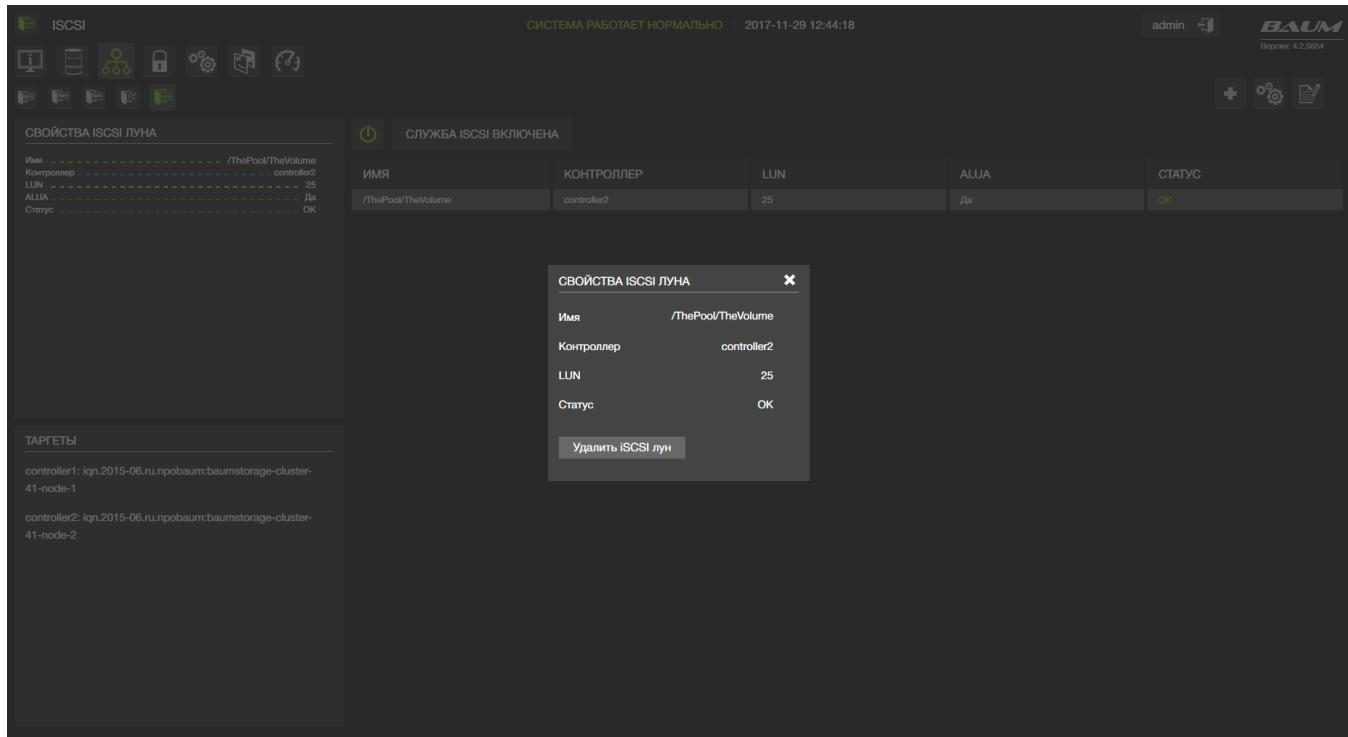

Рисунок 53 – Свойства iSCSI LUN
- 4) Нажать на кнопку «Удалить iSCSI лун» (см. Рисунок 53)